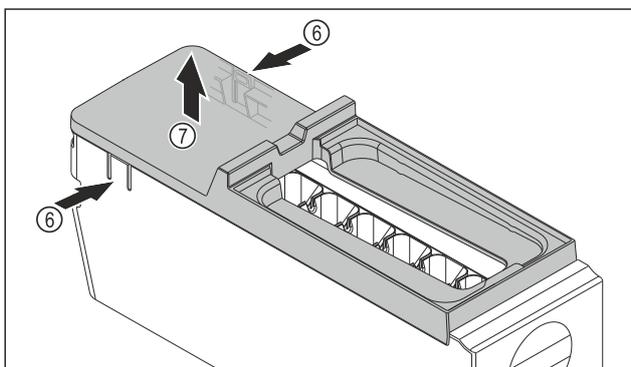

Fig. 79
- ▶ Extraer la cubierta del EasyTwist-Ice: Presionar con la mano las lengüetas Fig. 79 (6) a ambos lados del cuerpo del EasyTwist-Ice.
- ▶ Sacar la cubierta Fig. 79 (7) con la otra mano tirando hacia arriba.